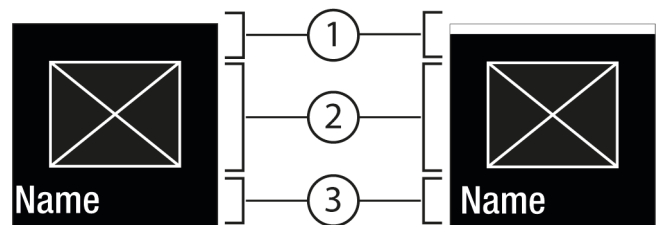
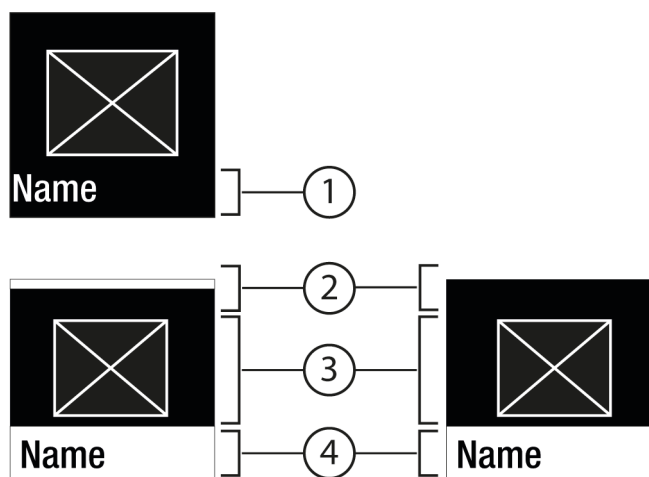

Fig. 7
Fig. 8
- Met bevestigen Fig. 6 (2) het submenu Fig. 8 (4) oproepen.
- Nieuwe waarde instellen: Met bevestigen Fig. 6 (2) een gedeactiveerde waarde Fig. 7 (1) selecteren.
- Terug naar het menu: Met bevestigen Fig. 6 (2) de al geactiveerde waarde Fig. 7 (2) selecteren.
- ▷ Status: geactiveerd Fig. 7 (1) wordt kort op het submenu Fig. 8 (4) weergegeven.